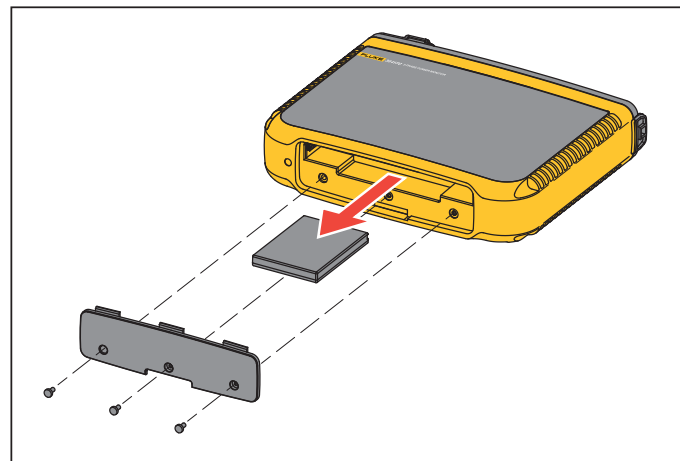

Рисунок 16. Замена батарей
1. Отверните три винта и снимите крышку батарейного отсека. См. Рисунок 16.